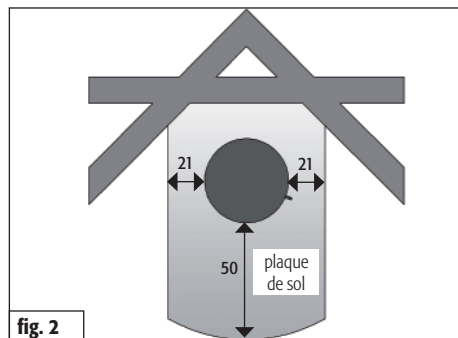

fig. 2
**La taille de cette plaque de sol doit dépasser le tracé du poêle-cheminée d'au moins 50 cm devant et d'au moins 21 cm sur les côtés (fig. 2).**
**Représentation des distances de sécurité sans fonction rotative. En cas de nécessité d'une plaque de sol, les dimensions correspondantes devront être adaptées à l'espace rotatif du poêle-cheminée. (fig. 2)**